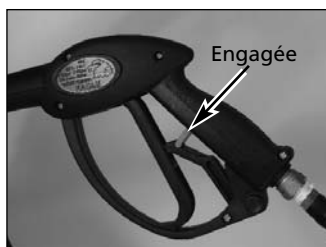

**Figure 9 - Insérer les buses de pulvérisation dans le support pour les buses.**
- Mettre les buses de connexion rapide dans le support pour les buses et le fixer sur le manche du nettoyeur haute pression. Voir la figure 9.